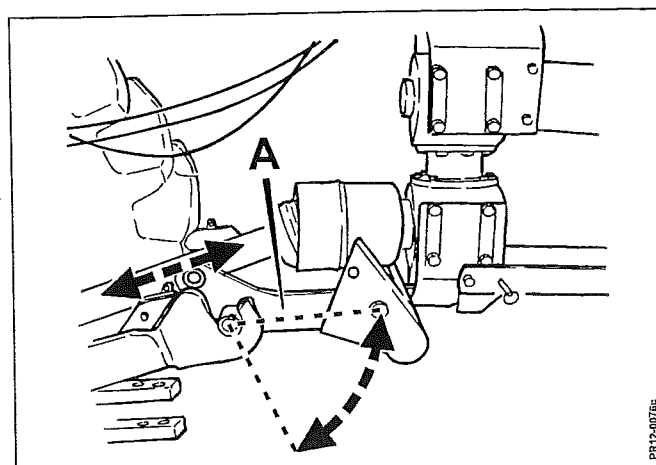

Fig. 2-5
- **ikke i nogen stilling har mindre end 200 mm overlapning** (Her tænkes specielt på situationer hvor sikkerhedstrækket, (TOP SAFE systemets støddæmper), vil udløses f.eks. ved påkørsel af sten der sidder fast i jorden, se Fig. 2-5).